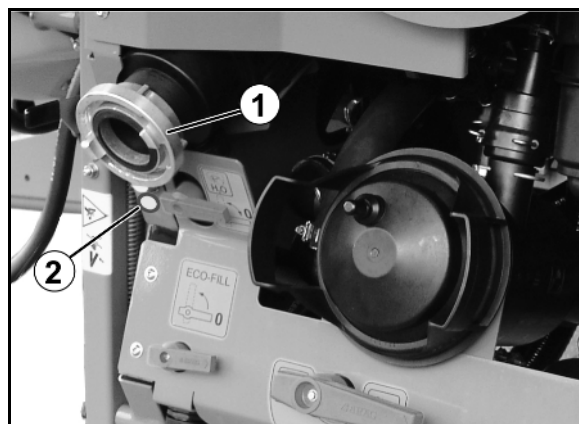

Рис. 48
- Заполнение со свободной проточной линией и поворотным сливом (Рис. 48).